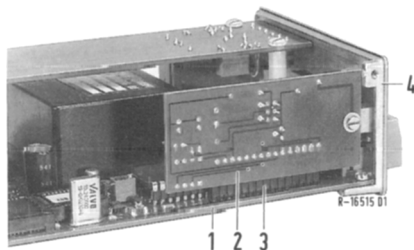

Figure 17 Position de la carte de commande d'indication
- Enficher la carte de commande d'indication (2) dans la réglette enfichable (3) (figure 17).